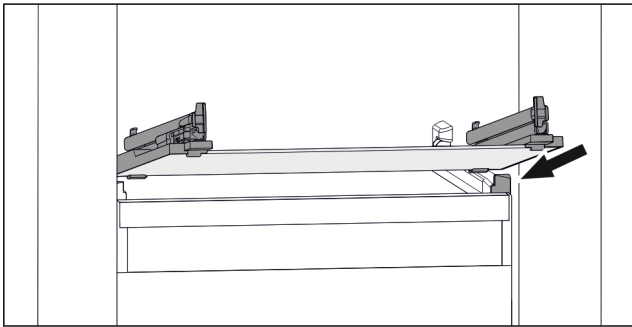

Fig. 111 Przykładowa prezentacja płyty szklanej
- ▶ Założyć płytę szklaną pod skosem za stoperami. (patrz Fig. 111)